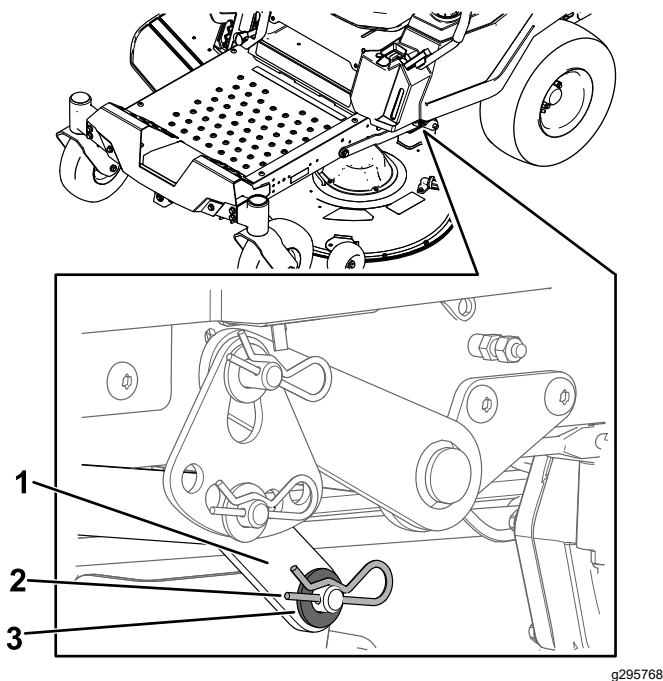

Bild 73
7. Entfernen Sie auf einer Seite der Maschine die Unterlegscheibe und den Splint vom Mähwerksstift (Bild 73).
6. Montieren Sie den Hubarm mit der Unterlegscheibe und dem Splint (Bild 73).
8. Entfernen Sie den Hubarm vom Mähwerksstift (Bild 73).
5. Heben Sie auf einer Seite der Maschine die Rückseite des Mähwerks an und montieren Sie den Hubarm am Mähwerksstift (Bild 73).